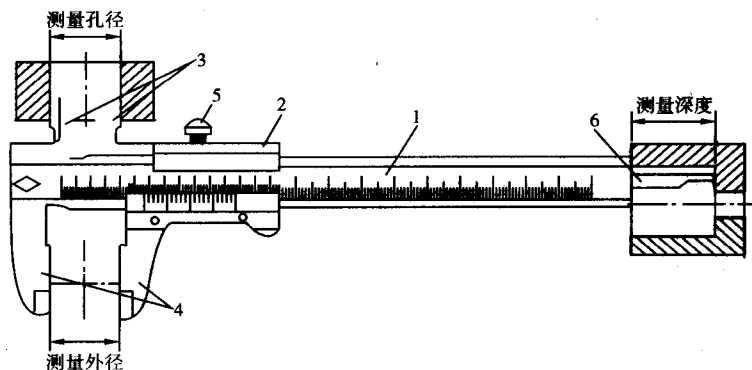

图1-8 游标卡尺的外形结构
(1) 游标卡尺的结构。游标卡尺是工业上常用的测量长度的仪器,它由尺身及能在尺身上滑动的游标组成,如图1-8所示。若从背面看,游标是一个整体。游标与尺身之间有一弹簧片(图中未能画出),利用弹簧片的弹力使游标与尺身靠紧。游标上部有一紧固螺钉,可将游标固定在尺身上的任意位置。尺身和游标都有量爪,利用上量爪可以测量槽的宽度和管的内径;利用下量爪可以测量零件的厚度和管的外径。深度尺与游标尺连在一起,可以测量槽和筒的深度。